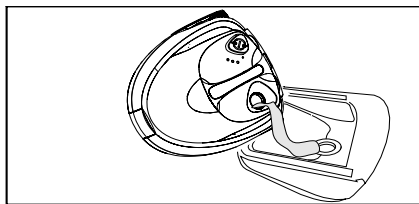

Bild 10
- Häll ut vattnet. Tippa apparaten mot hörnet med påfyllningstratten (se bild 10).